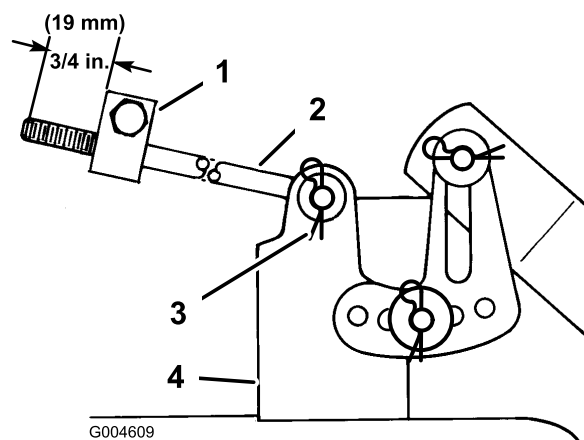

Figura 47
11. Misurate la lunghezza dell'asta che sporge dalla parte anteriore del blocco di regolazione, sui lati del telaio (Figura 47). Se l'asta non è lunga 19 mm, togliete la coppiglia a forcina e la rondella dall'estremità dell'asta (Figura 47) e girate l'asta fino ad ottenere la lunghezza di 19 mm.